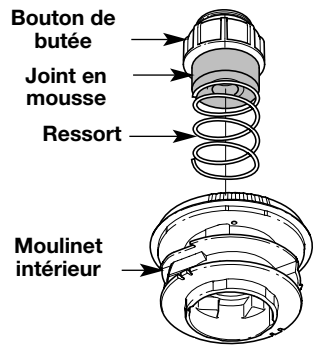

Fig. 22
3. Insérez les extrémités du fil du moulinet intérieur neuf dans les œillets de la bobine extérieure (Fig. 22). Enfoncez le moulinet intérieur neuf, flèche vers le haut, dans la bobine extérieure.
7. Placez le bouton de butée, le ressort et le joint en mousse dans la bobine extérieure (Fig. 22).